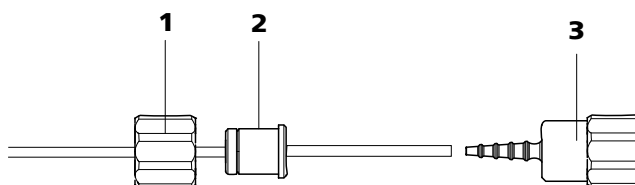

Abbildung 23 Instalar a conexão do tubo de bomba sem filtro
- **Possibilidade B:** uma conexão do tubo de bomba **sem filtro** 6.2744.160 (*siehe Abbildung 23, Seite 44*).